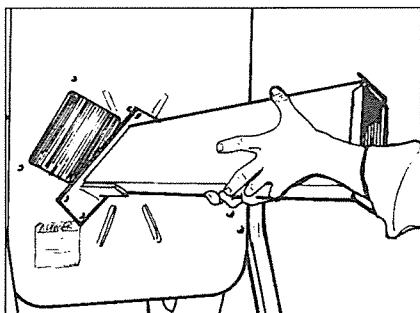

Figure 24.
2. Retirer les quatre boulons fixant la goulotte du hacheur au côté de la machine (à l'aide d'une clé de 12,7 mm (1/2 po.)). Se reporter à la Figure 24. Mettre la chute et sa boulonnerie de